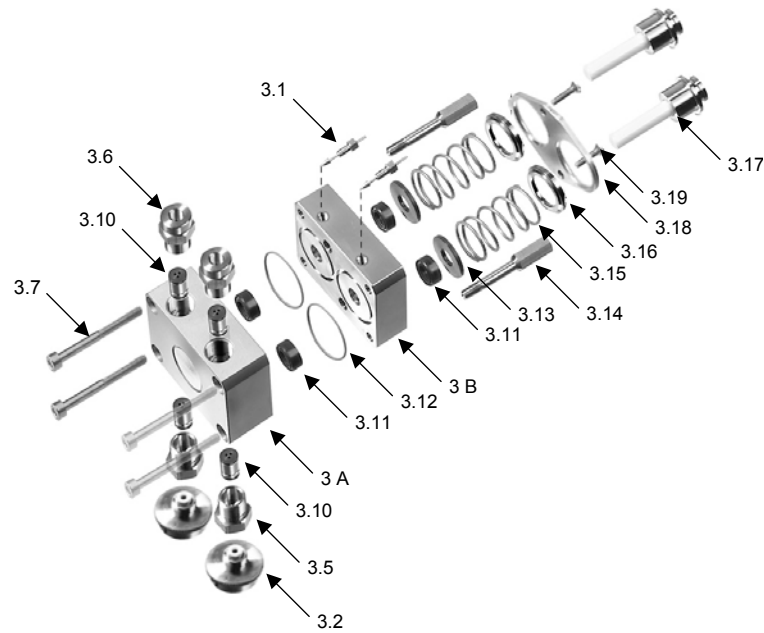

Abb. 30 Explosionsdarstellung eines Pumpenkopfes
6. Lösen Sie mit einem 4 mm Imbusschlüssel zwei diagonal gegenüberliegende Schrauben der Pos. {3.7} und entfernen Sie diese (siehe Abb. 30 auf Seite 74).
2. Die „Kolbenstangen“, Pos. {3.17} in Abb. 30 auf Seite 74, können mit einer Zange herausgezogen werden. Fassen Sie die Spitze der Kolben mit einer geeigneten Zange und ziehen Sie sie vorsichtig, ohne zu verkanten, nach hinten heraus.
Alle Positionen der Komponenten beziehen sich auf Abb. 30 „Explosionsdarstellung eines Pumpenkopfes“ auf Seite 74.